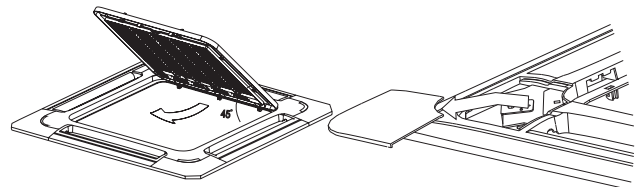

Abb. 5-10
- Das Gitter bis auf ca. 45° hochklappen und dann abnehmen. (Siehe Abb. 5-10)